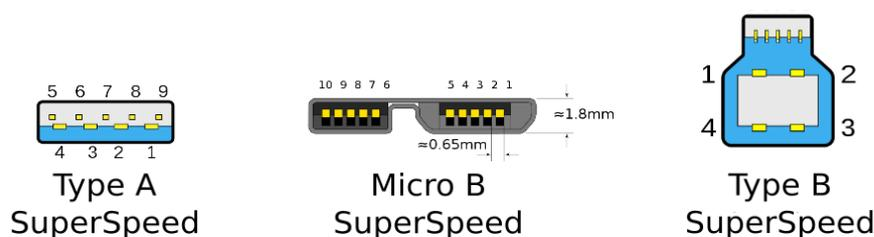

Figura 3: Famiglia di connettori Plug usati nei cavi USB 3.0.
L'introduzione delle specifiche USB 3.0 ha portato qualche rompicapo ai progettisti USB IF che hanno dovuto specificare un nuovo connettore che fosse ancora compatibile con le precedenti specifiche USB 2.0. Questo ha portato ai nuovi connettori per il supporto delle specifiche SuperSpeed (SS) e SuperSpeed+ (SS+) riportati in Figura 3². In particolare la Figura mette in evidenza i connettori tipo *Plug*, ma per ognuno di essi è presente il rispettivo *Receptacle*.